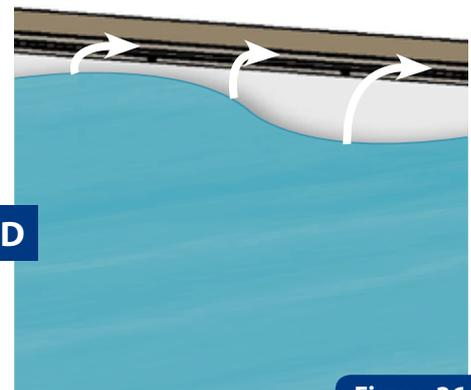

Figure 36
**D** Insérer le profil d'accrochage du liner dans la bague (figure 36).